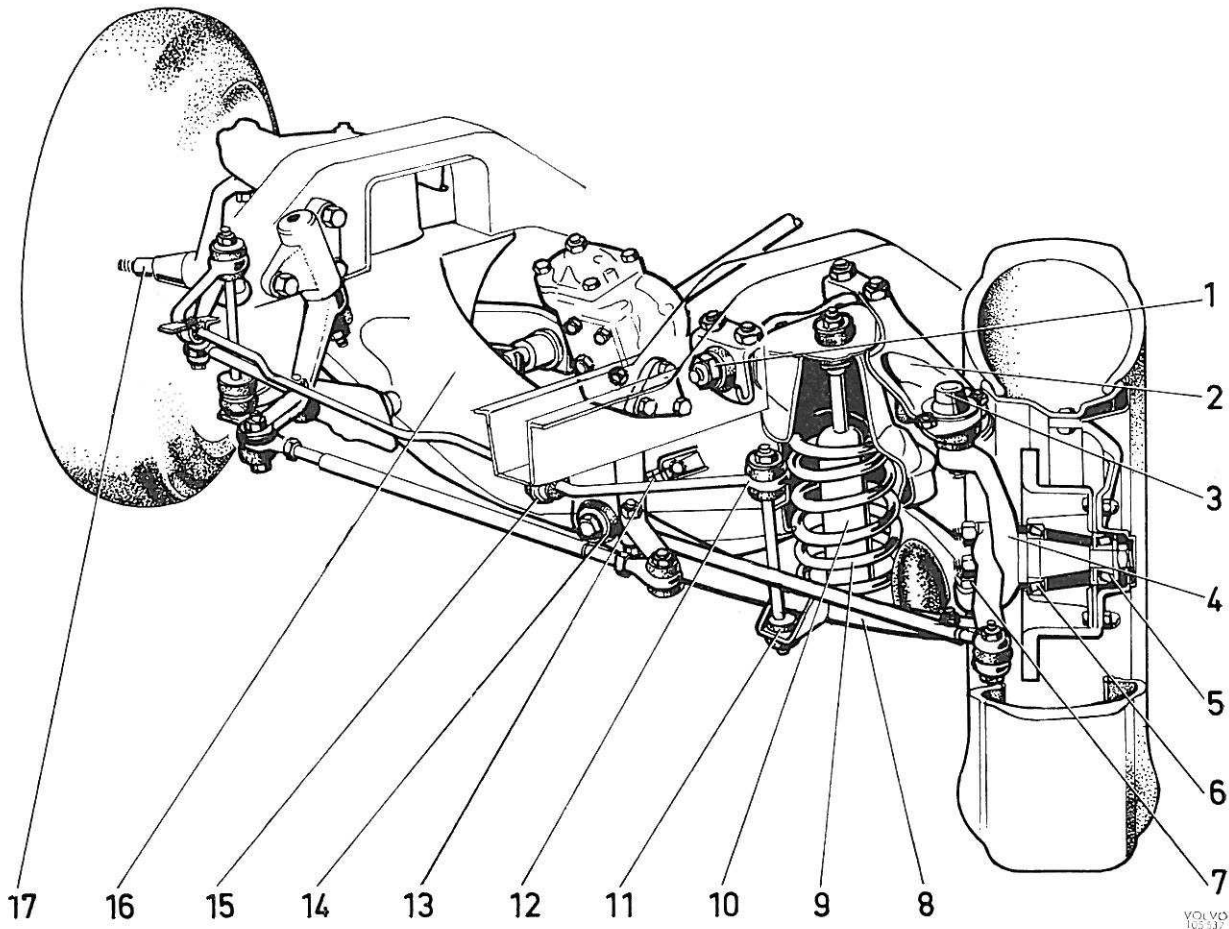

Figure 13. Train avant
Les voitures décrites dans ce Manuel ont une suspension avant à roues indépendantes. L'essieu avant proprement dit n'existe pas, la voiture ayant plutôt une robuste poutre en caisson boulonnée à demeure sur la carrosserie autoportante. Les groupes de suspension-amortissement des roues sont fixés aux extrémités de cette poutre. La construction du train avant ressort de la figure 13.
Les roues avant sont montées sur des roulements à rouleaux coniques (5 et 6, figure 13). La suspension avant est assurée par des ressorts hélicoïdaux (9) à l'intérieur desquels sont logés les amortisseurs télescopiques (10). Afin d'atténuer l'effet de roulis, la suspension avant comporte en outre une barre stabilisatrice (12) qui est fixée d'une part sur les deux triangles inférieurs de commande (11), de l'autre sur la carrosserie (15).